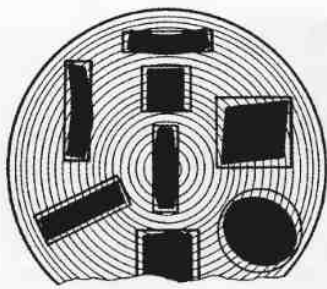

Рис. 8. Коробление и усушка древесины в зависимости от места ее расположения в стволе
**Коробление.** Возникает в основном вследствие неравномерности усушки древесины в тангенциальном и радиальном направлении (рис. 8): в тангенциальном в 1,5—2 раза, в радиальном (вдоль волокон) лишь на 0,1—0,2%. Усушка древесины различных пород самая разнообразная. Бук и некоторые породы дуба можно отнести к сильноусыхающей древесине, а ель и сосну — к малоусыхающей (ель на 6,5%, сосна на 7,5%), еще меньше усыхает можжевельник, туя (на 4,5%). Особенно с усушкой и короблением должен считаться резчик по дереву.